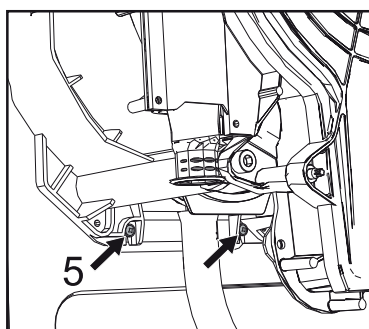

Abb. 56 -
- Die 2 unteren Schrauben "5" zur Befestigung des Wärmetauschers am Rahmen lockern ("Abb. 56 -")